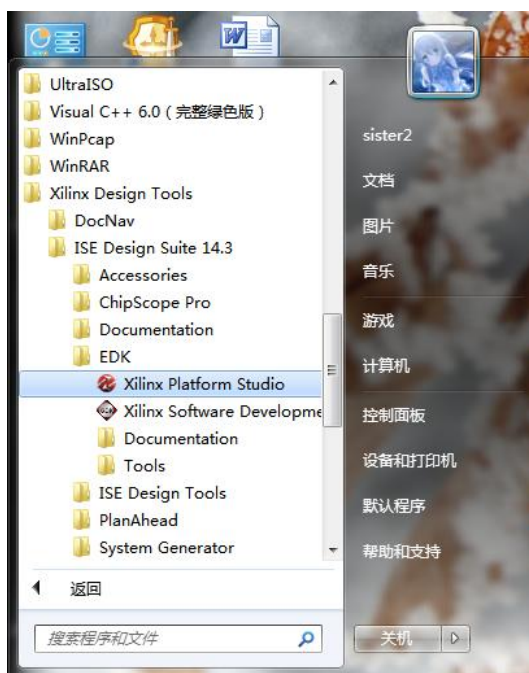

图 1: XPS 软件打开位置
**1-1-1.** 选择 开始菜单 > 所有程序 > Xilinx Design Tools > ISE Design Suite 14.3 > EDK > Xilinx Platform Studio. 点击运行 **Xilinx Platform Studio(XPS)** (Xilinx Platform Studio 是 ISE 嵌入式版本 Design Suite 的关键组件，可帮助硬件设计人员方便地构建、连接和配置嵌入式处理器系统，能充分满足从简单状态机到成熟的 32 位 RISC 微处理器系统的需求。)，如图 1 所示。